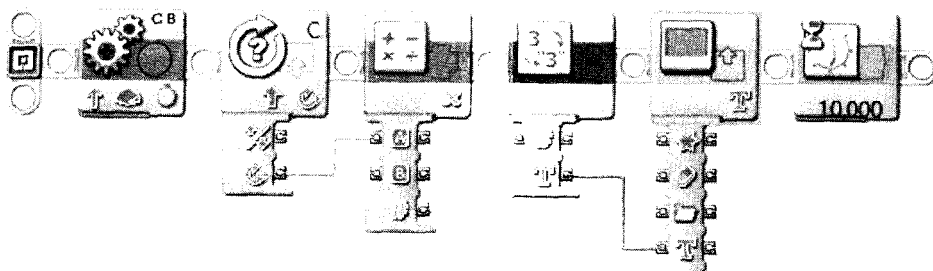

Рис. 51. Программа «Тахометр»
17. Преобразуйте его к виду, представленному на рис. 51.